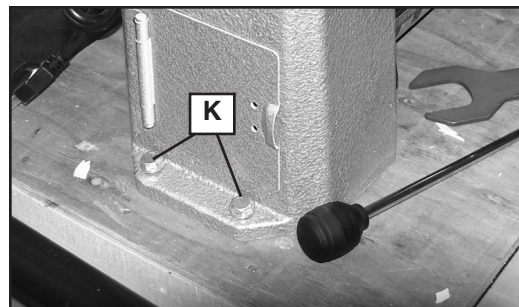

Fig. 1
Atornille el torno usando cuatro tornillos de cabeza hexagonal de 3/8" (no suministrados) en los cuatro orificios de la base del torno, dos de los cuales se muestran en (K), Fig. 1.